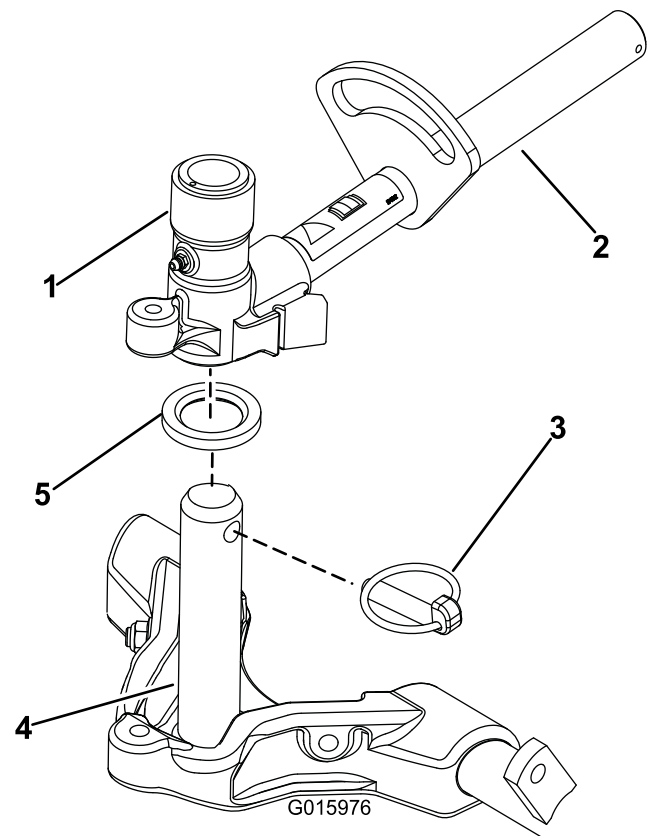

Bild 16
9. Schmieren Sie den Trägerrahmen mit sauberem Schmiermittel ein (Bild 16).
10. Frontschneideeinheiten: Schieben Sie eine Schneideinheit unter den Hubarm und schieben Sie gleichzeitig die Trägerrahmenwelle in das Gelenkjoch des Hubarms (Bild 16). Stellen Sie sicher, dass die Druckscheibe auf der Trägerrahmenwelle positioniert ist.
11. Befestigen Sie die Trägerrahmenwelle mit dem Einraststift am Hubarmjoch (Bild 16).
- B. Setzen Sie das Hubarmjoch in die Trägerrahmenwelle ein (**Bild 16**).